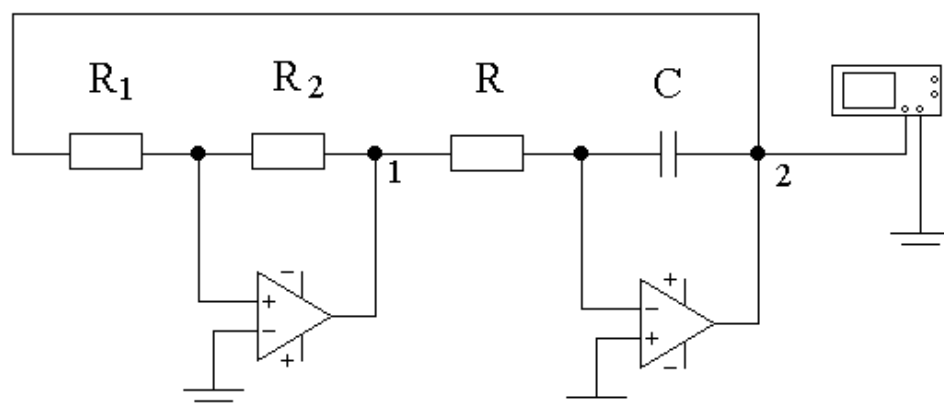

Рис. 9. Генератор треугольного и прямоугольного напряжения
Генератор треугольного и прямоугольного напряжения (рис. 9) состоит из последовательно включенного триггера Шмидта и интегратора. Интегратор интегрирует имеющееся на выходе триггера Шмидта постоянное напряжение. Когда выходное напряжение интегратора достигает порога срабатывания триггера Шмидта, то напряжение на выходе триггера Шмидта скачком меняет свой знак. В результате напряжение на выходе интегратора начинает изменяться в противоположную сторону, пока не достигнет другого порога срабатывания триггера Шмидта. Изменяя параметры интегратора (RC-цепочку), можно в широком диапазоне перестраивать частоту генерируемого напряжения. Амплитуда треугольного напряжения зависит только от уровня срабатывания триггера Шмидта (17):
Смоделируйте схему, представленную на рис. 9, на операционных усилителях типа 741. При построении схемы используйте следующие значения параметров:  $R_1=1\text{кОм}$ ,  $R_2=3\text{-}5\text{кОм}$ ,  $R=20\text{кОм}$ ,  $C=33\text{нФ}$ .
Соберите схему, представленную на рис. 9, используя ОУ А1 и А2. При построении схемы используйте следующие значения параметров:  $R_1=1\text{кОм}$ ,  $R_2=3\text{кОм}$ ,  $C=33\text{нФ}$   $R$  – последовательно включенные резисторы  $24\text{кОм}$  и переменный резистор  $22\text{кОм}$ .